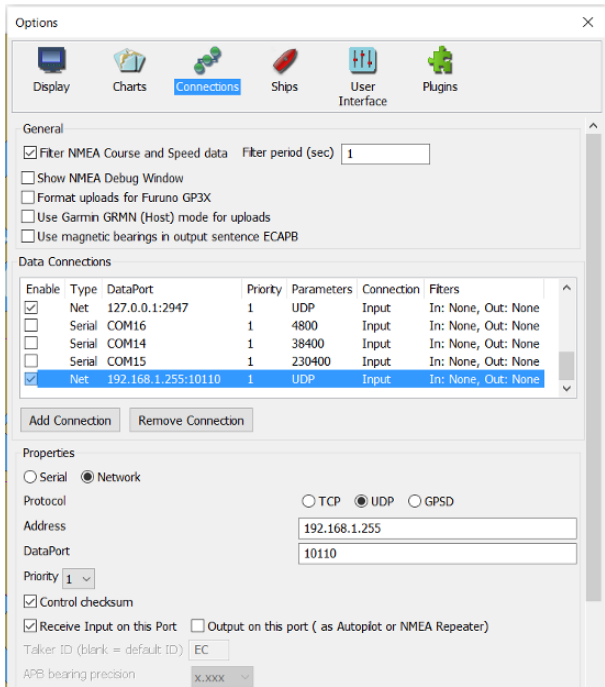

Figura 16: Configuración de conexiones de Open CPN.
2. Abra el programa **Open CPN** y presione el ícono  ubicado en la parte superior izquierda de la pantalla (figura 16).
- **Data Port:** El puerto disponible que haya seleccionado en el paso (1).